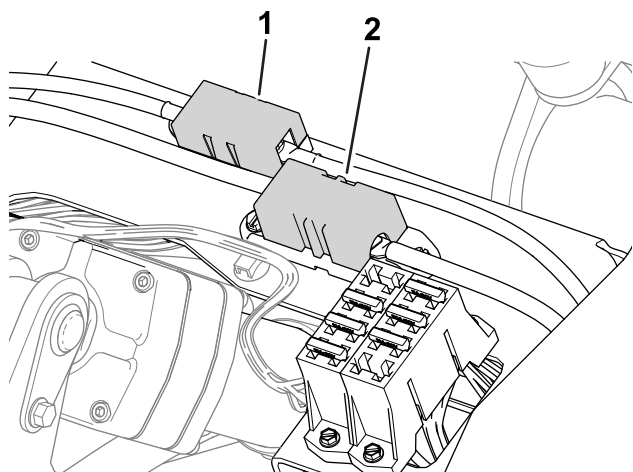

Figura 56
- Los fusibles del generador (100 A) y el motor de la rueda derecha (60 A) están situados debajo del asiento (Figura 56).